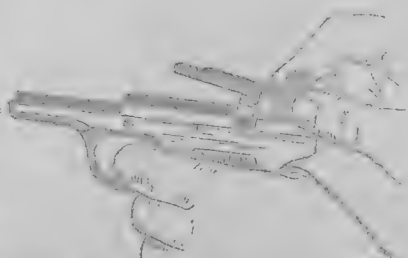

Рис. 80. Как снять кободку ударно-спускового механизма
7) снять кободку ударно-спускового механизма: удерживая левой рукой рамку пистолета за рукоятку, правой рукой снять кободку (рис. 80).